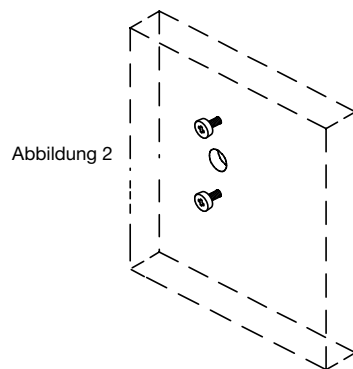

Abbildung 2
2. Zwei Zapfenschrauben #8-32 (US) oder M4-0.7 (Metrisch) in die Befestigungslöcher in der Tresortür eindrehen und festziehen (Abbildung 2).